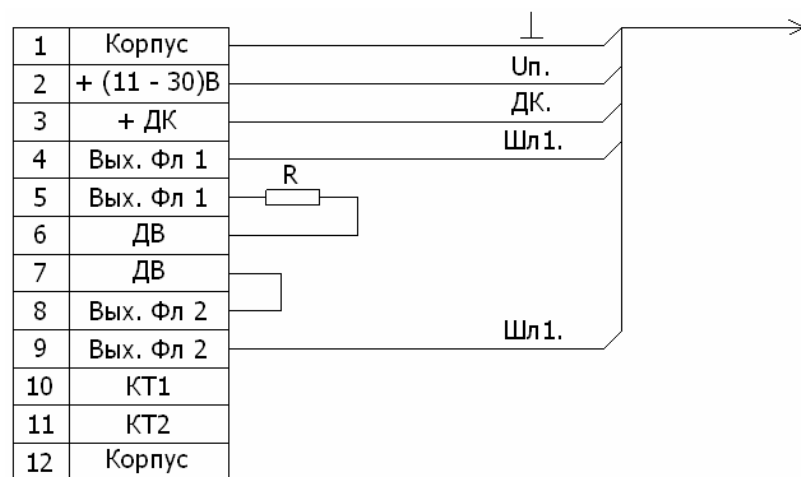

Рисунок 6.8. Включение двух флангов средства в один шлейф сигнализации
6.6. Схемы подключения средства приведены на рис. 6.8. и 6.9.